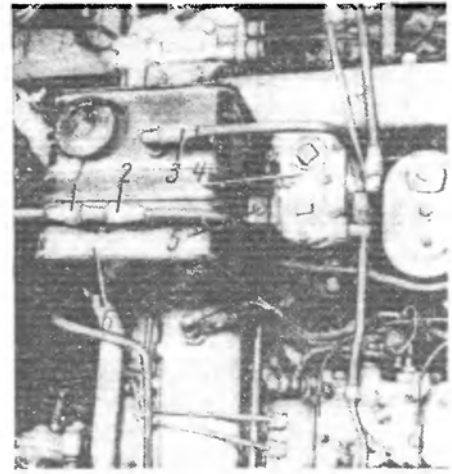

Рис. 28. Снятие расширительного бачка.
5. Отверните накидные гайки и отсоедините от расширительного бачка 6 (рис. 28) воздухоотводящую 1 и перепускную 2 трубки радиатора. Отсоедините от компрессора 4 и расширительного бачка соединительную трубку 3 и снимите ее	Ключ 22 мм
7. Выверните болты 5 (см. рис. 28) крепления скобы расширительного бачка и снимите бачок 6	Ключ 13 мм (2 шт.)
27. Установите расширительный бачок 6 (см. рис. 28), закрепите скобой с резиновой прокладкой, вверните болты 5 с гайками и пружинными и плоскими шайбами	Ключ 13 мм (2 шт.)
29 Подсоедините к расширительному бачку 6 (см. рис. 28) воздухоотводящую трубку 1 радиатора и перепускную трубку 2; к компрессору 4 и расширительному бачку — соединительную трубку 3	Ключ 22 мм